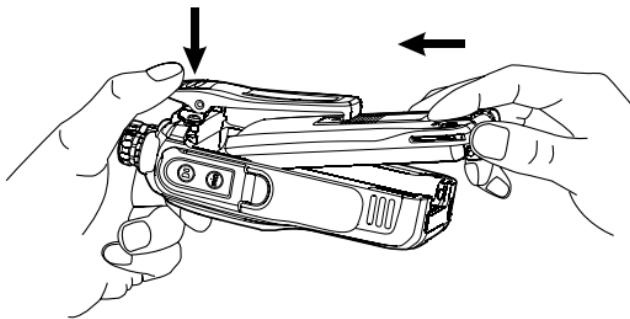

图1
① 如图1，手握电池主体，并使其贴近主机皮带夹下的铝壳顶部。